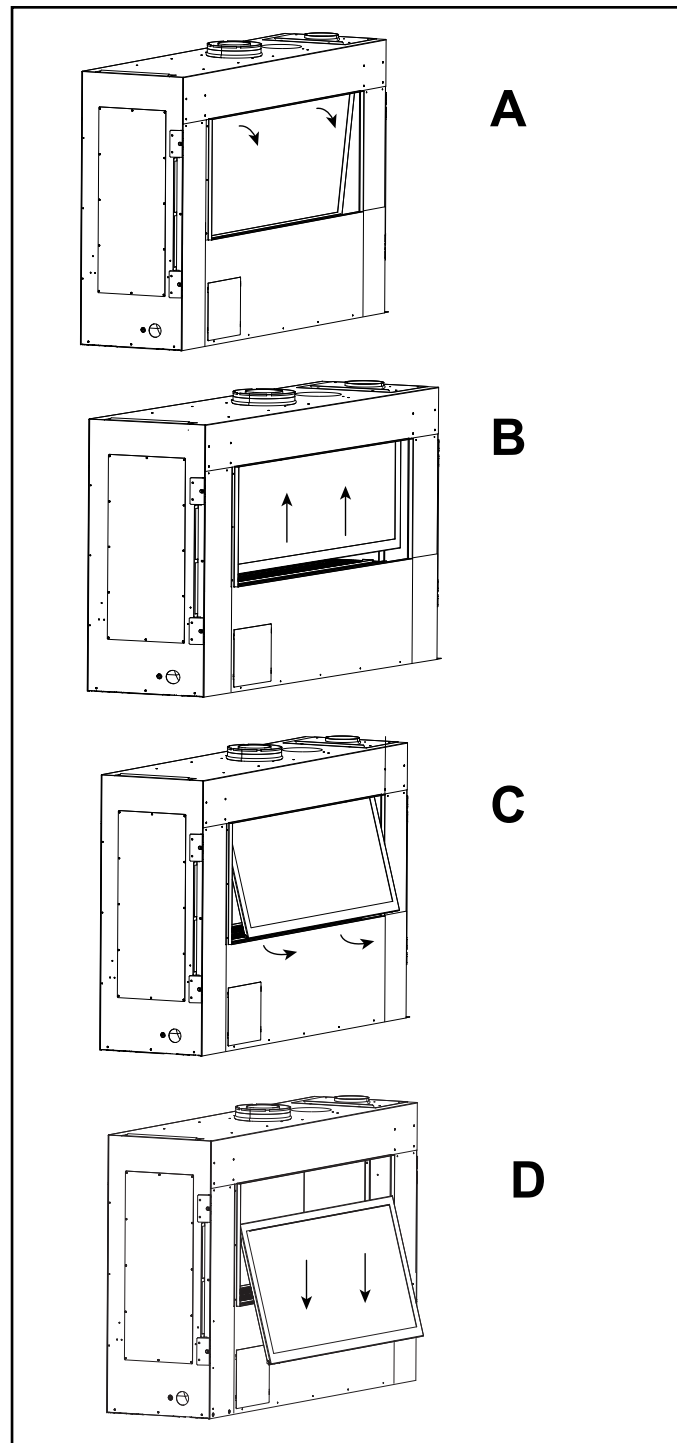

Figure 4.5 Retrait de la vitre du foyer
5. Appuyez fermement les ventouses sur le verre et assurez-vous qu'une prise adéquate a été créée. Soulevez la vitre, puis abaissez-la vers la cavité de contrôle du foyer. Inclinez-la légèrement vers l'extérieur et soulevez-la pour la sortir de l'appareil. Voir la figure 4.5.